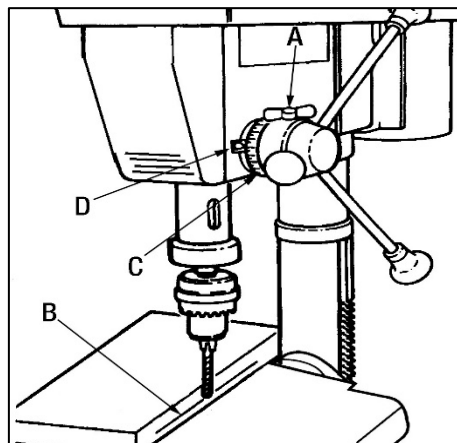

Рисунок 16.
Чтобы просверлить несквозное отверстие на заданную глубину, отметьте глубину отверстия на заготовке. Ослабьте ручку-фиксатор (A) шкалы глубины сверления (D) (рис. 16).